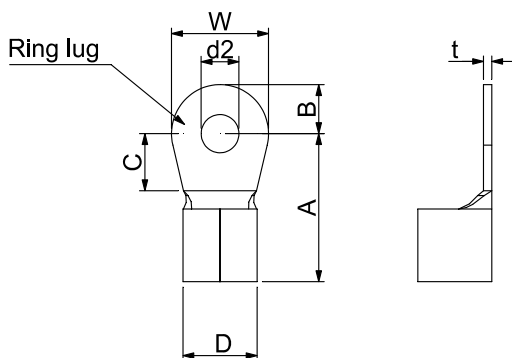

Figure 1.
- 主迴路端子接線使用環狀端子，規格請見 Figure 1.，其他接線方式則須符合當地國家相關規定。